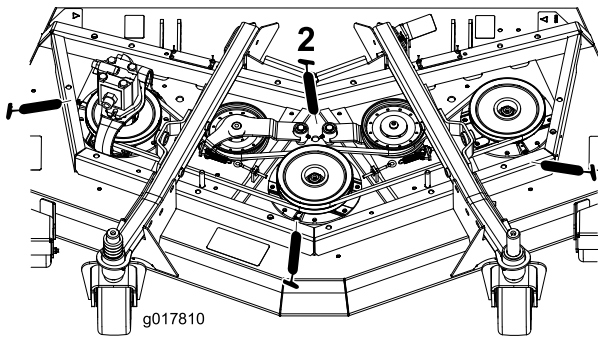

Bild 63
- Drei Spindelwellenlager (unter der Riemenscheibe) (Bild 63)
- Zwei Spannarm-Drehbüchsen (Bild 63)